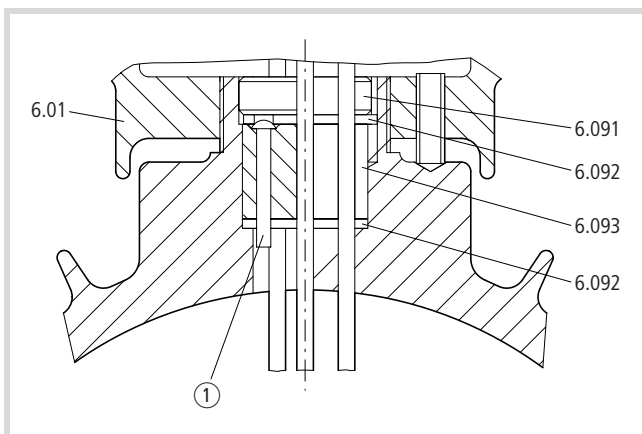

Figure 22 : Entrée des câbles de raccordement du stator dans la boîte à bornes
- Faites passer les câbles de raccordement du bobinage du stator et les conducteurs supplémentaires à travers la bague d'étanchéité (6.093) située entre les deux rondelles de serrage (6.092) (→ fig. 22).
La tête du rivet doit se trouver au-dessous de la rondelle de serrage supérieure (6.092) (→ fig. 22).